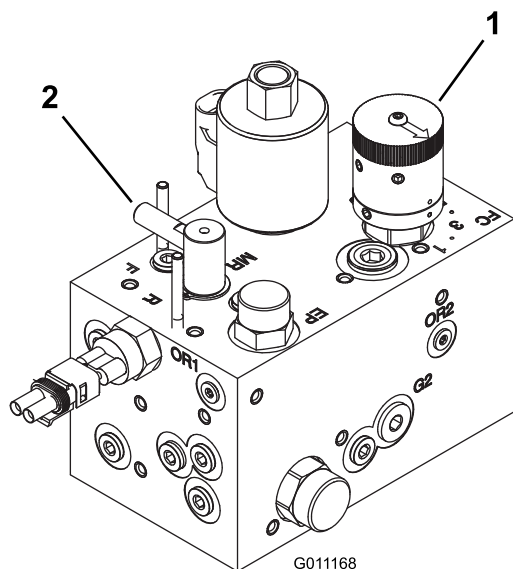

図 72
3. バックラップ・コントロールをバックラップ位置 (R) にセットする。リール速度ノブは「1」に合わせる。図 72 を参照のこと。